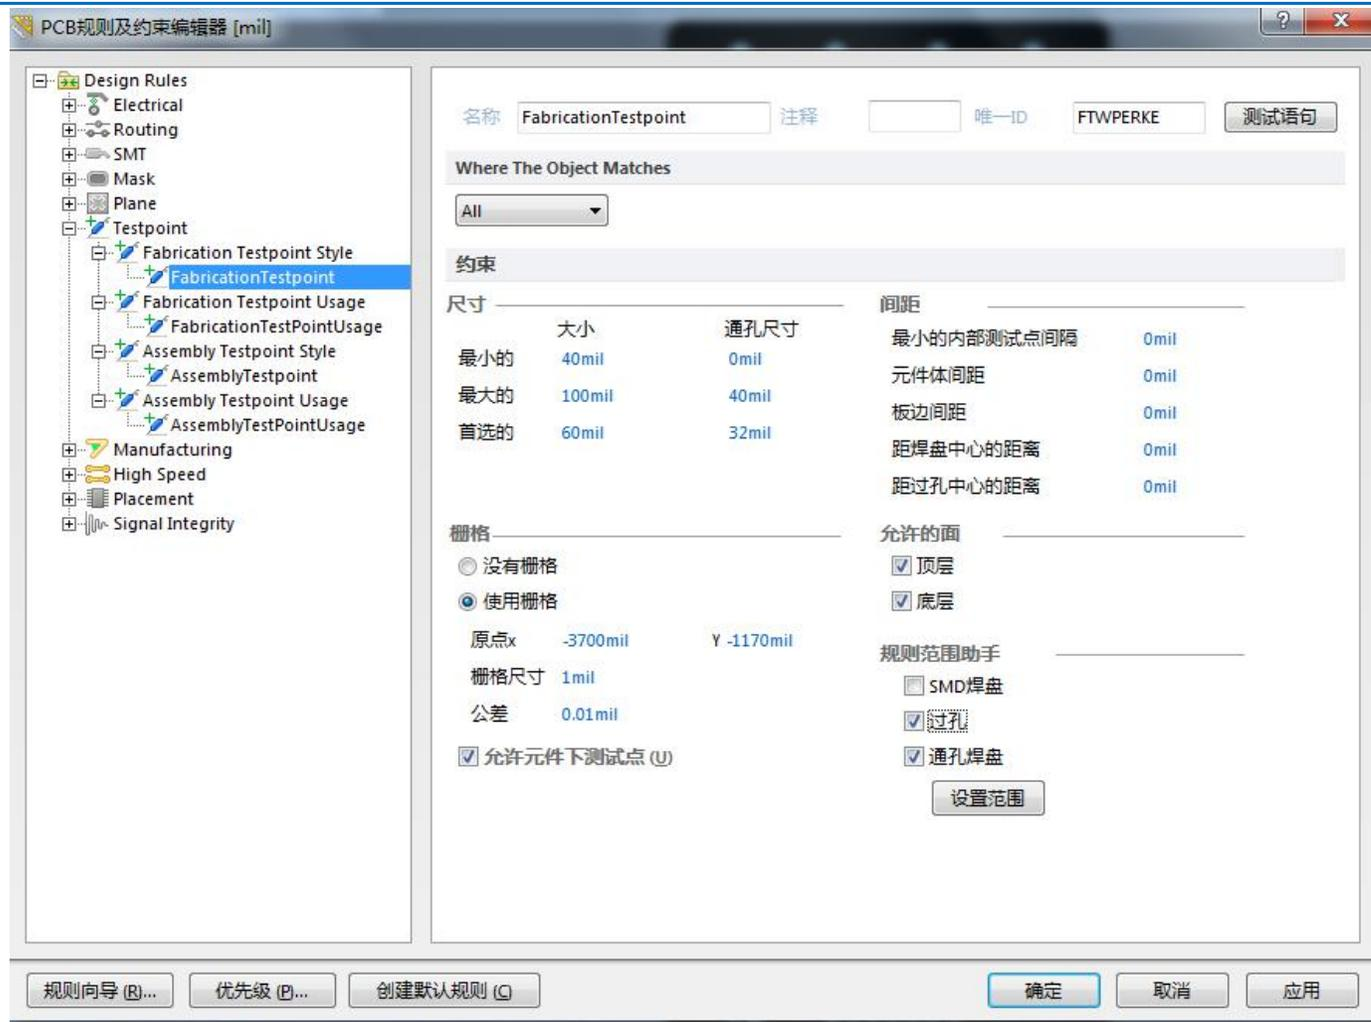

图5-62
(1) 使用菜单命令“设计-规则”打开“PCB规则及约束编辑器”界面，找到规则大类“Testpoint”并展开，如图5-62所示，包含测试点有关的4类规则约束即“Fabrication Testpoint Style”、“Fabrication Testpoint Usage”、“Assembly Testpoint Style”与“Assembly Testpoint Usage”。
(2) 在“Fabrication Testpoint Style”规则界面的“规则范围助手”区域勾选“过孔”和“通孔焊盘”选项，其余设置默认。
(3) 在“Assembly Testpoint Style”规则界面的“规则范围助手”区域勾选“过孔”选项，在“允许的面”区域只选底层。
(4) 其余规则使用默认，单击“确定”按钮退出，使规则生效。